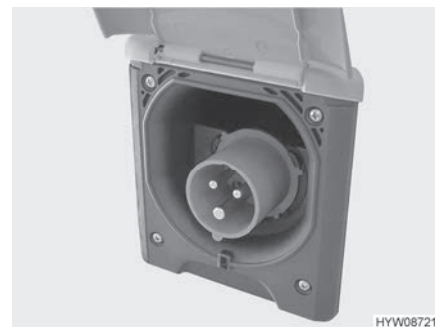

Fig. 83 Raccordement 230 V sur le véhicule (prise de courant CEE)
- Ouvrir le recouvrement du raccordement 230 V sur le véhicule (Fig. 83) et brancher le connecteur à fiche. Veiller à ce que le tenon d'enclenchement du couvercle rabattable tendu par un ressort soit enclenché.